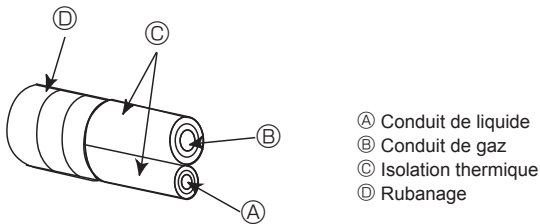
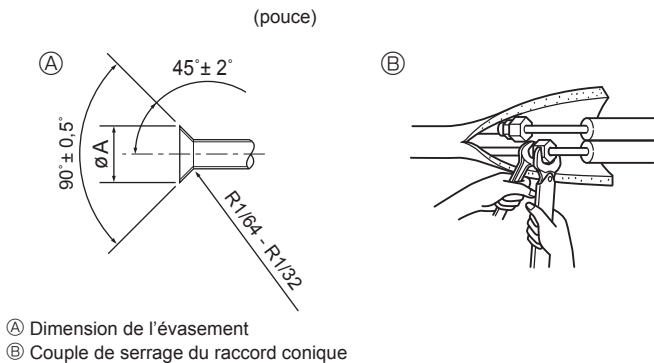

Fig. 4-4
Fig. 4-5
4.3. Connexion des tuyaux (Fig. 4-4, Fig. 4-5)
- S'il est trop serré, il risque de se rompre et de provoquer une fuite de réfrigérant. [Fig. 4-5]
- Appliquez un fil mince d'huile réfrigérante sur la surface du tuyau et du support du joint avant de serrer l'écrou évasé. (A)
- Utilisez deux clés pour serrer les connexions des tuyaux. (B)
- Appliquez de l'huile réfrigérante sur toute la surface évasée du fond. (C)
- Utilisez les écrous évasés correspondant aux tailles de tuyaux suivantes. (D)
(A) (Fig. 4-5)